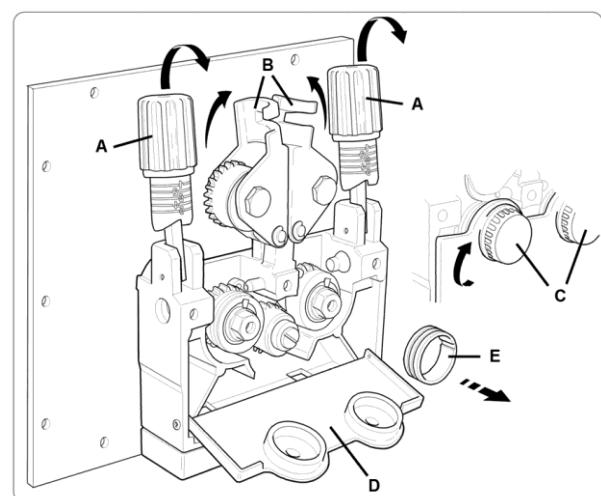

fig. 3
3.2 Sostituzione rulli (fig. 3).